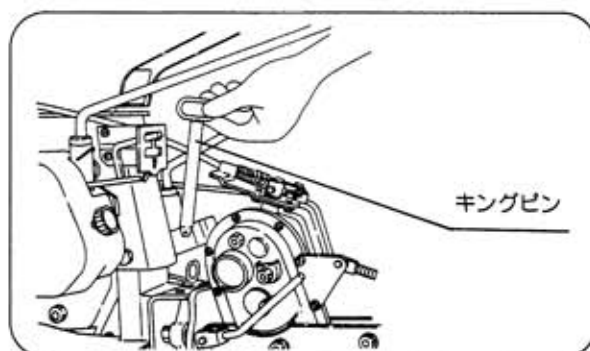

図1
- ① 本機（ティラー）の後部ヒッチとロータリ本体の連結金具にキングピンを差込みます（図1）